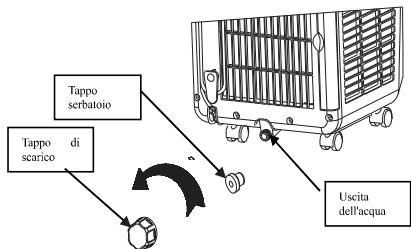

Figura 13
- 1). Svitare il tappo dell'acqua come mostrato nella freccia e rimuovere il tappo del serbatoio dell'acqua (figura 13).